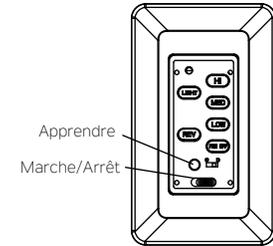

Fig. 21
Étape 1. Une fois l'installation terminée, appuyer sur le bouton LEARN pendant 3 secondes dans les 30 secondes suivant la mise sous tension. Le ventilateur se met en marche à vitesse moyenne et la lumière s'allume (si installée). Le paramètre SMART SYNC est donc actif et correct. (Fig. 21)
Rétablir l'alimentation du ventilateur de plafond et vérifier son bon fonctionnement (Fig. 21).